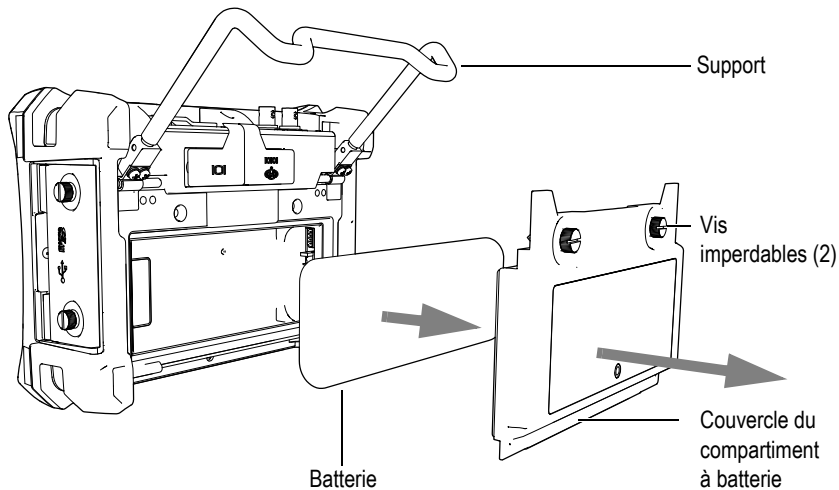

Figure 12-1 Retrait de la batterie Li-ion
2. Dépliez complètement le support au dos de l'appareil (voir la Figure 12-1 à la page 326).